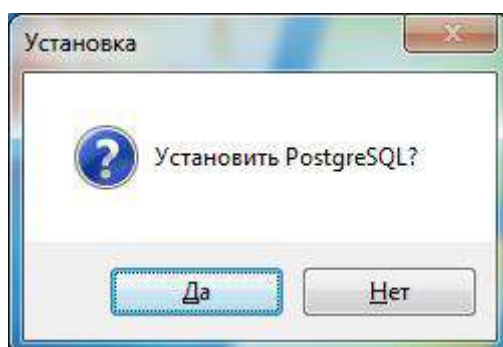

Рис. 9
4. В открывшемся окне установки СУБД PostgreSQL (рис. 9) нажать «Да».